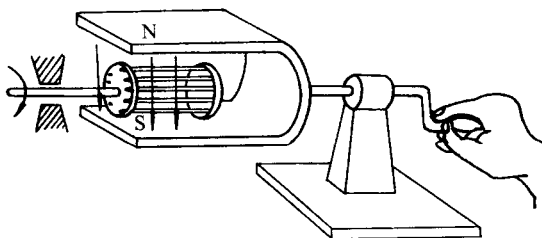

图 1-2 电动机转动原理实验
做一个简单的试验,如图 1-2 所示,一个装有手柄的 U 形磁铁,在 N、S 两极之间放一个可以自由转动的、由许多铜条组成的导体,铜条两端用铜环短接,形状与鼠笼相似,称鼠笼式转子。磁极与转子间没有任何机械联系。在 U 形磁铁的 N 极与 S 极间存在着磁场,磁力线方向如图 1-2 所示。
(3) 转子在旋转磁场作用下的转动。将图 1-2 沿着转子铜条的垂直方向连同磁极一起剖开,得到如图 1-7 所示的剖面图。手摇 U 形磁铁逆时针转动时产生的旋转磁场,旋转磁场与转子间产生了相对运动。假定旋转磁场不动,则转子相对于磁场做反方向转动切割磁力线,在转子中产生电流。电流方向可按右手定则判断。若把电流方向流进纸面以符号 $\oplus$ 表示;流出纸面的方向以 $\odot$ 表示,则转子中产生电流方向如图 1-7 所示。在分析磁场对通电导体作用时,知道通电导体在磁场中受到力(F)的作用,转子的上下受到大小相等、方向相反的 2 个力(F)的作用,相对于转轴形成了一个转矩,在这个转矩的作用下,转子在旋转磁场作用下进行转动。